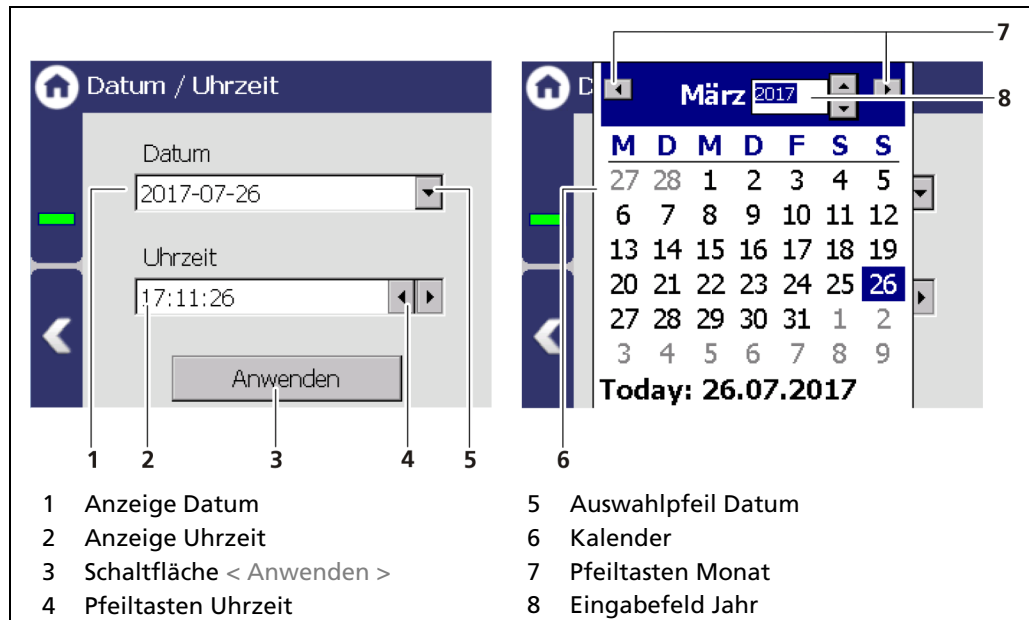

Abb. 39 Datum / Uhrzeit, Kalender
Automatisch Ausloggen	Durch Aktivieren des Auswahlkästchens (Abb. 39, Pos. 1) wird die Zugangsebene Standard automatisch auf "Basic" zurückgesetzt, wenn das System nach dem Timeout (Kap. 7.3.1) zur Standardanzeige wechselt.
1. Klicken Sie auf den Auswahlpfeil (Abb. 39, Pos. 5), um das Datum einzustellen.
- ▶ Der Kalender wird aufgeklappt (Abb. 39, Pos.6).
2. Klicken Sie auf die Jahreszahl (Abb. 39, Pos.8) um das Jahr einzugeben.
3. Stellen Sie den Monat (Abb. 39, Pos. 7) durch Klicken auf die Pfeiltasten ein.
5. Ändern Sie die Uhrzeit durch Klicken auf die Pfeiltasten (Abb. 39, Pos. 4).
6. Klicken Sie auf < Anwenden > (Abb. 39, Pos. 3), um die Einstellungen von Datum und Uhrzeit zu übernehmen.